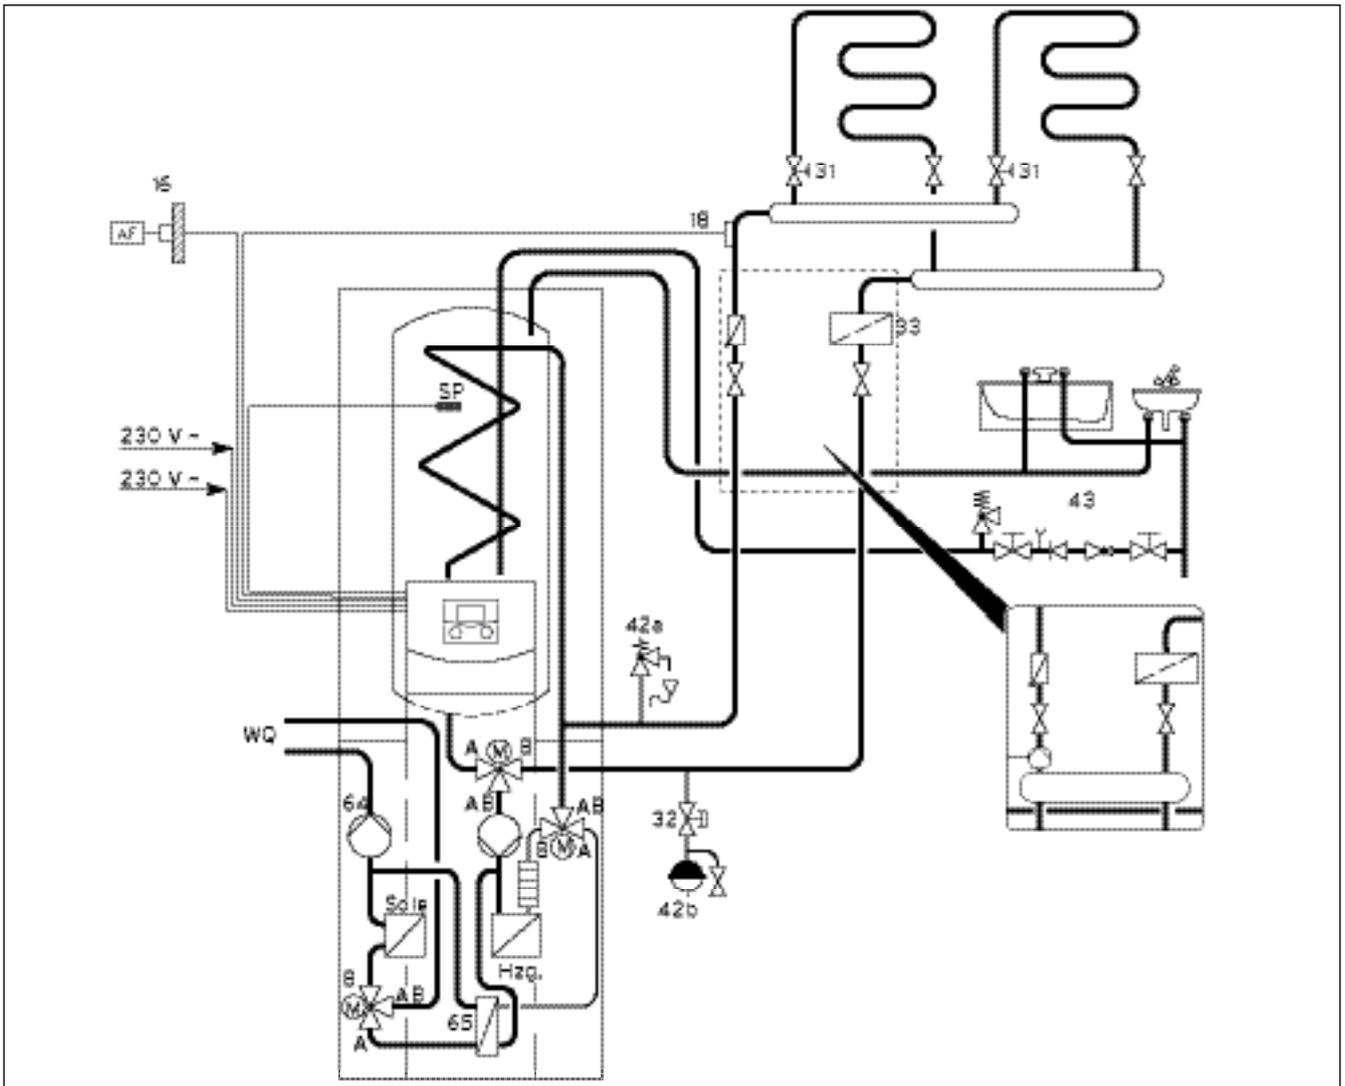

Fig. 6.10 Schéma hydraulique 6
### Légende de la fig. 6.10
**Si l'installation d'un découplage hydraulique du circuit de chauffage est nécessaire, installez un compensateur hydraulique et une pompe de circuit de chauffage externe comme l'indique la fig. 6.10.**